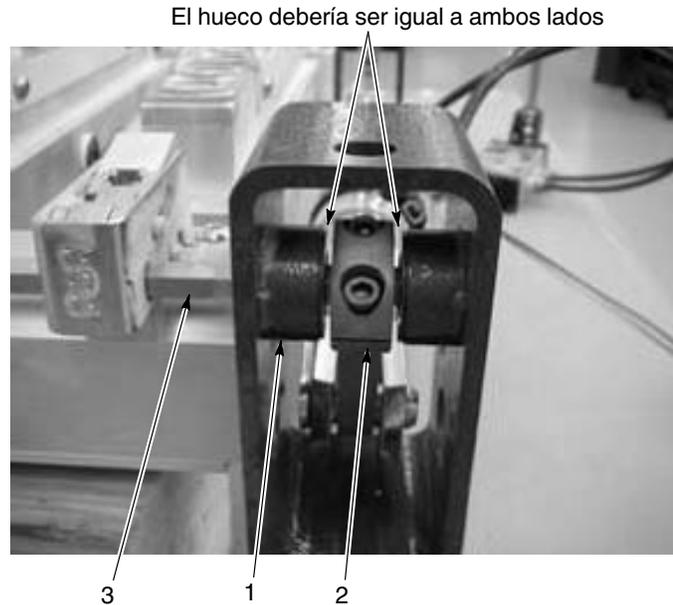

Figura 8-4 Posición de la palanca - Paso 4
- Ver la figura 8-4. Si los bloqueos han sido extraídos del eje hexagonal, tirar hacia fuera o hacia dentro del eje hexagonal (4) para centrar la palanca (2) en la abrazadera (1) antes de que apriete el tornillo de ajuste para fijar el bloqueo al eje hexagonal.